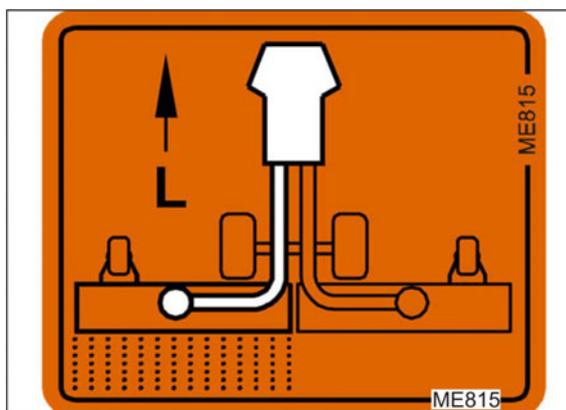

Рис. 215
3. Переместите рычаг вправо (Рис. 215/1) и зафиксируйте его: